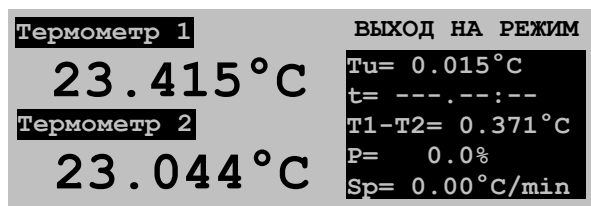

Рис. 1
7.1 Включить термостат. После подачи питания на дисплее термостата появится начальная заставка. Через 5-6 секунд на дисплее появится картинка, аналогичная рис. 1.